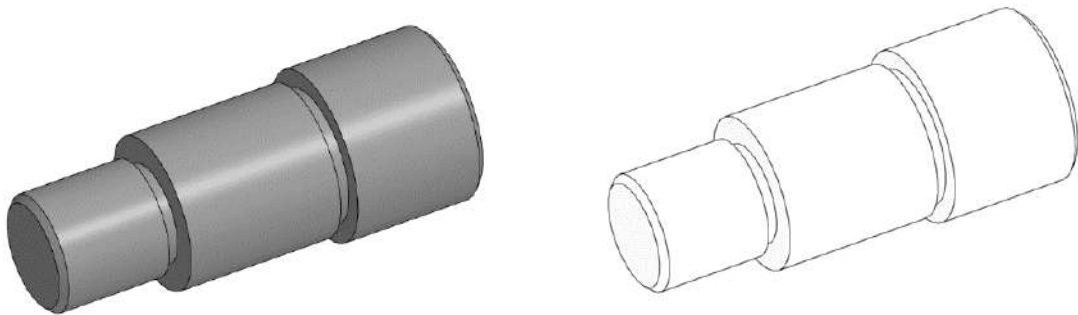
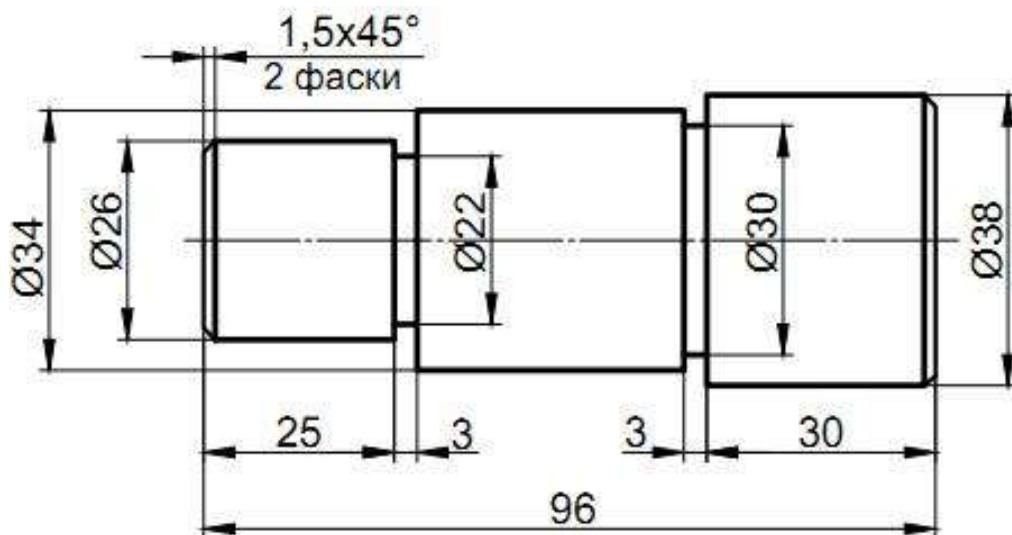

Рис. 1
Рис.2
1. По данному образцу (Рис. 1) и эскизу (Рис. 2) выточить вал.